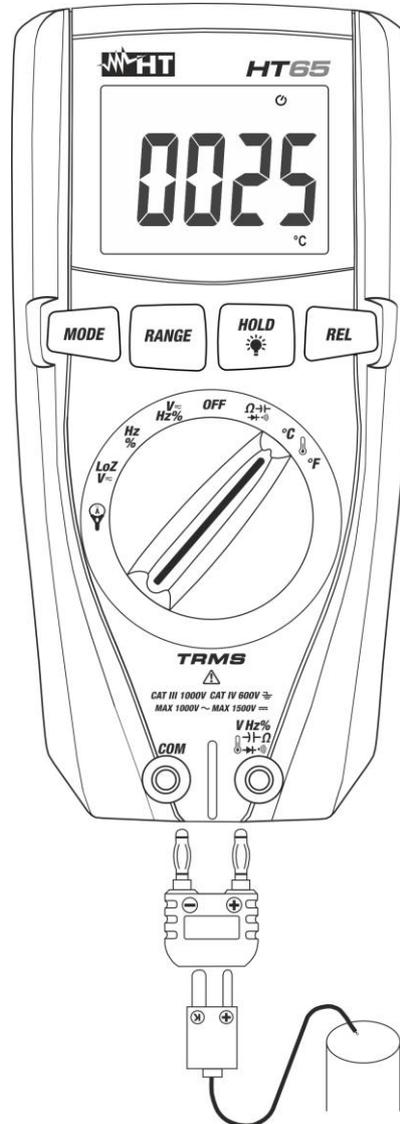

Fig. 9: Utilisation de l'instrument pour mesure de Température
2. Insérer l'adaptateur fourni dans les bornes d'entrée $\text{V Hz \% } \Omega \rightarrow \leftarrow \rightarrow \leftarrow \rightarrow$ (polarité +) et **COM** (polarité -) (voir Fig. 9)